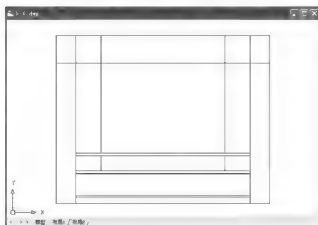

图 5.7 修剪图形
(6) 使用【修剪】命令, 将图形修剪至如图 5.7 所示。